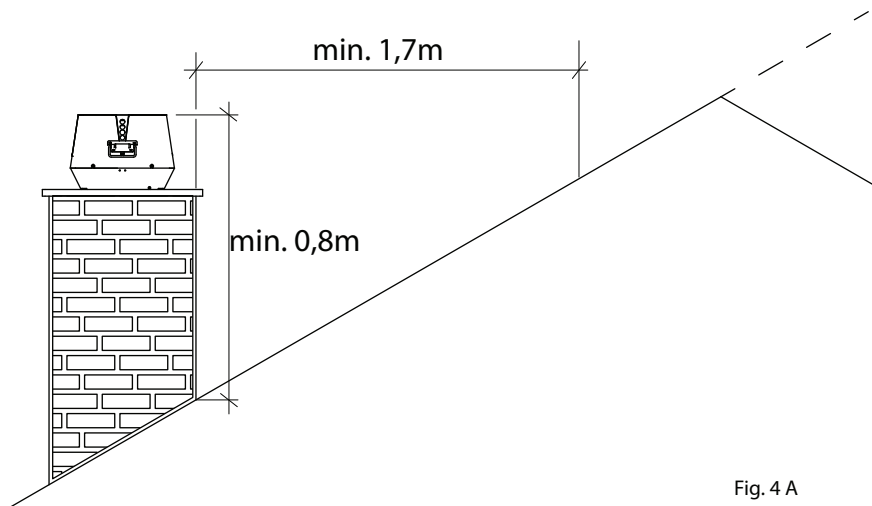

Fig. 4 A
- Minimumsafstand til ikke-brændbart materiale jf. Fig. 4 A, eller national lovgivning.